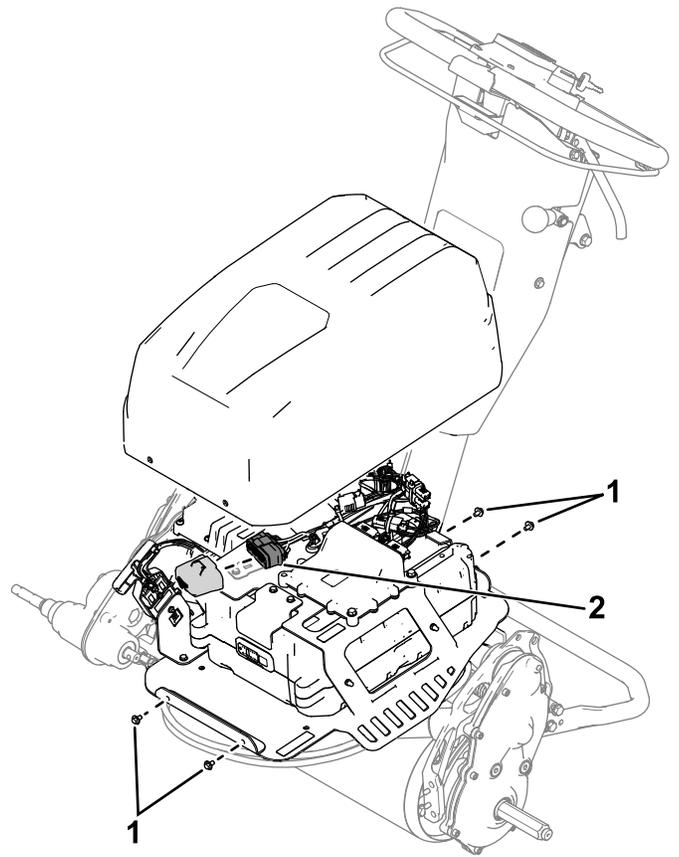

Bild 31
2. Entfernen Sie die vier Schrauben (Bild 31) der Akkupackabdeckung und nehmen Sie die Abdeckung ab.